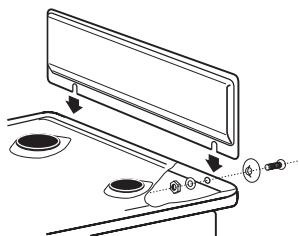

Рис.16
- Щиток (при наличии) закрепляется перед установкой плиты (рис.16).